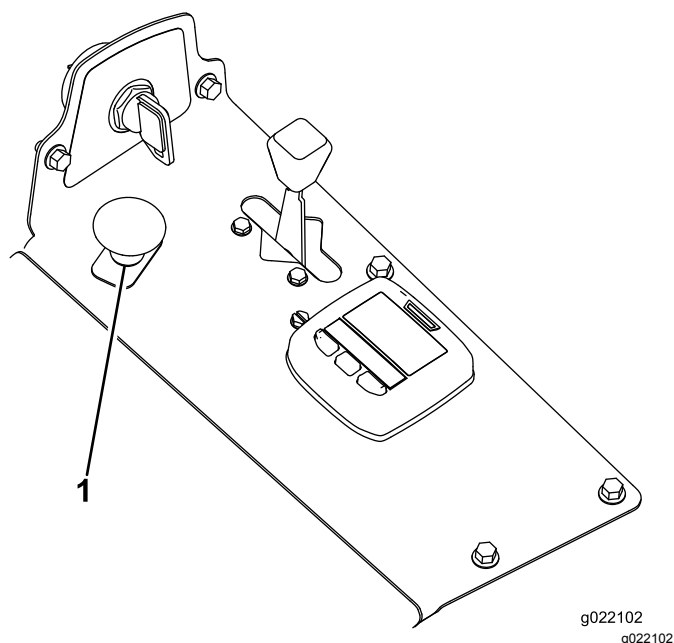

図 20
3. PTO スwitch を引くと PTO が作動を開始する(図 20)。